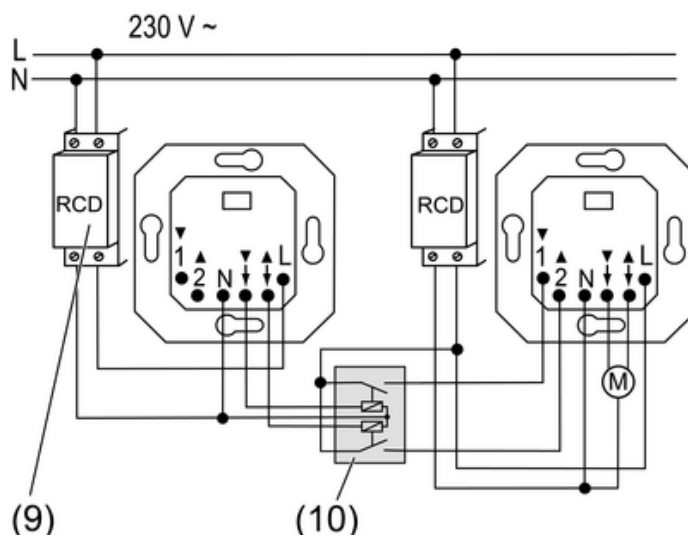

Рисунок 4: Пример подключения двух контуров RCD
- (9) Предохранительный выключатель, действующий при появлении тока утечки, RCD
- (10) Разделительное реле жалюзи
- Подключите приборы, как показано на примере (рисунок 4).